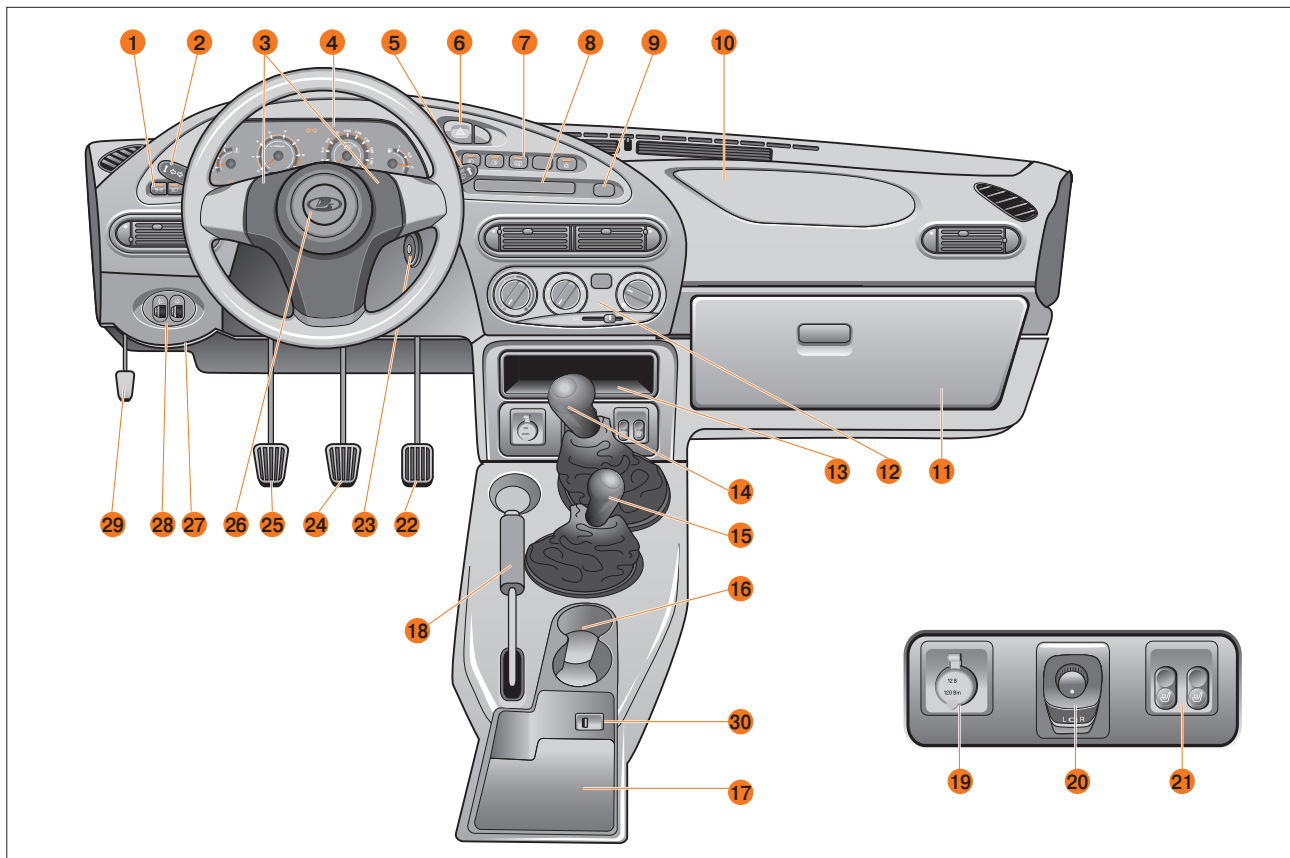

Рис. 39. Панель приборов
**ПАНЕЛЬ ПРИБОРОВ** (рис. 39).